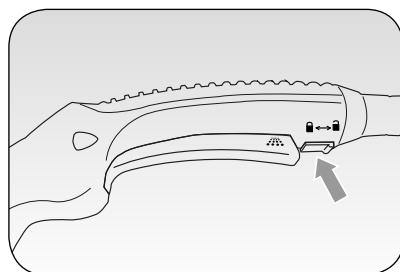

Fig. 4
Om te voorkomen dat per ongeluk stoom wordt uitgespoten moet de cursor voor het vastzetten/ loszettten stoom (B) van beneden naar boven worden geschoven (⇨); voor het loszettend en van beneden naar boven (⇨) voor het vastzetten (Fig. 4).